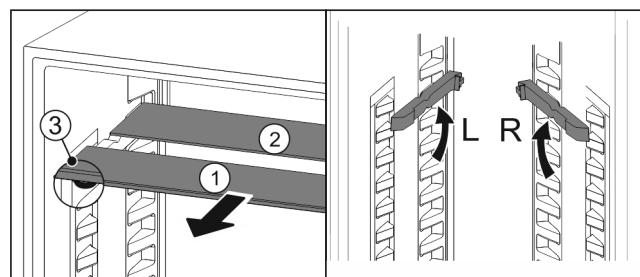

Fig. 117
- Extrageți Fig. 117 (1) pe rând plăcile de sticlă spre înainte.
- Placa de sticlă Fig. 117 (1) cu șipca decorativă se află în față.
- Opritoarele Fig. 117 (3) indică în jos.